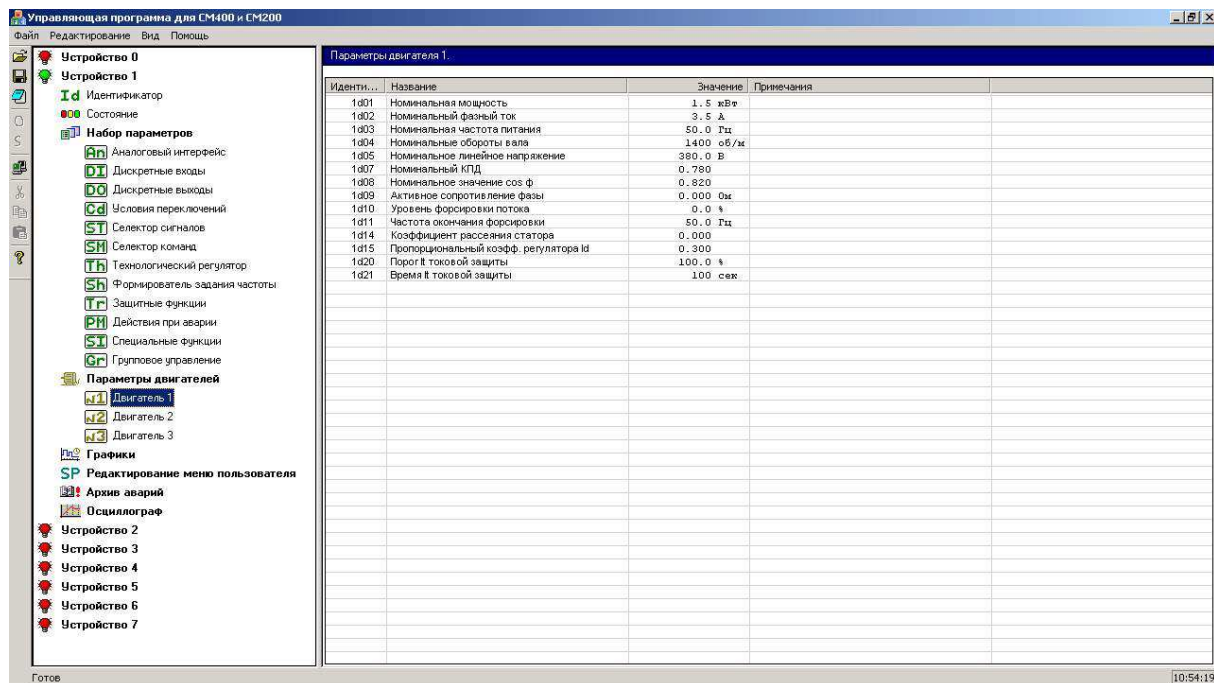

Рисунок 4-20. Окно отображения групп параметров двигателей.
- **1** Двигатель 1. (см. рис. 4-20).
Окна отображения параметров и показаний групп параметров двигателей имеют абсолютно идентичную структуру (по сути, это одно окно, данные которого заполняются параметрами и показаниями активной группы) (см. рис. 4-20).